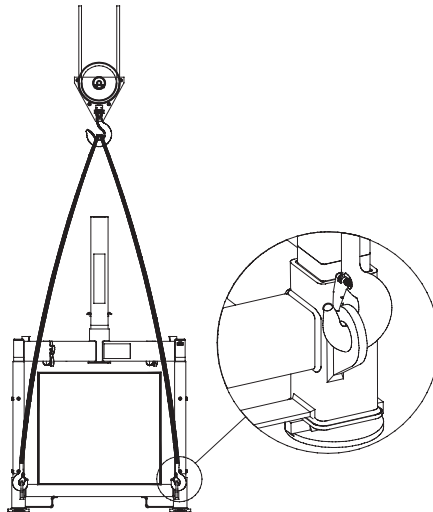

Abbildung 34. Anheben der gesamten Einheit für den Transport (Kran).
4. Das System ist ohne SkyReach anzuheben, siehe Abbildung 34. Verwenden Sie hierzu 4 Schlingen/ Ketten mit einer Mindest-Ladekapazität von 2000 kg/ Stück. Sämtliche Schlingen/Ketten müssen gleichlang sein, um das Kippen der Einheit beim Anheben zu vermeiden. Jede Schlinge muss an einer der Hebeösen befestigt sein, siehe Abbildung 34.